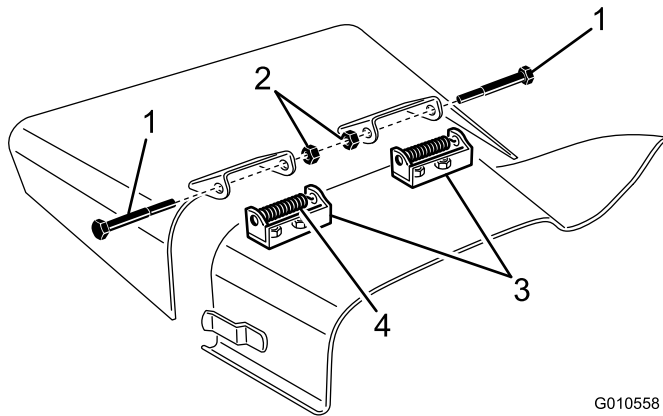

図 45
2. デフレクタマウントをピボットブラケットに固定しているボルト 2 本、ロックナット、スプリングを外す 図 45。
3. ピボットブラケットを外すには、キャリッジボルトとナットを外す 図 45。